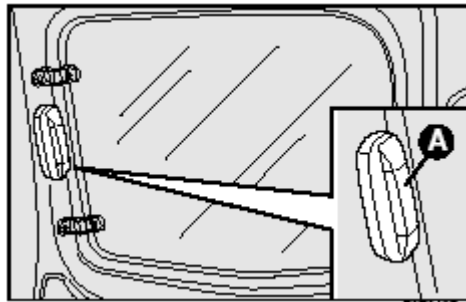
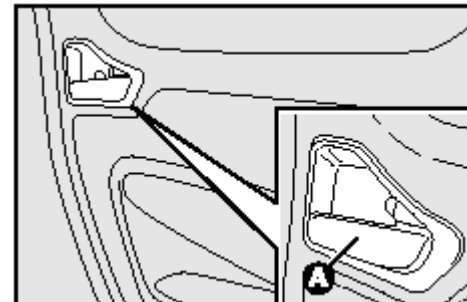

рис. 71
рис. 72
**Как открыть дверь снаружи.** Нажать на кнопку **A - рис. 71** чтобы разблокировать дверь и затем потянуть за рычаг **A – рис. 72**, затем направить дверь к задней части автомобиля до фиксатора, который ее фиксирует, когда она полностью открыта.
**Как закрыть дверь снаружи:** Нажать на кнопку **A - рис. 71** чтобы разблокировать дверь, затем направить дверь к передней части автомобиля.
**Открытие:** потянуть рычаг **A - рис. 72** и направить дверь к задней части автомобиля до фиксатора, который их фиксирует, когда они полностью открыты.